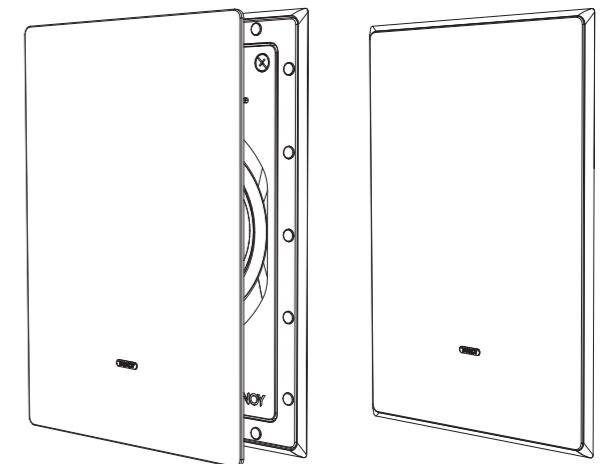

Fig. 15. Installing the Grille
1. Drücken Sie das Gitter in den Rahmen, wo es von Magneten festgehalten wird (Abb. 15).